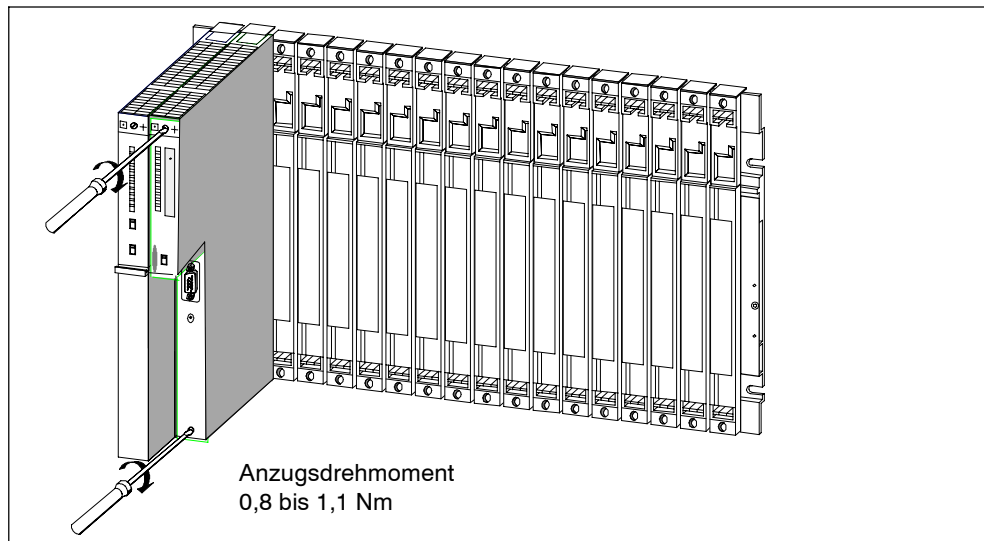

Bild 2-5 Baugruppen festschrauben
5. Schrauben Sie die Baugruppe oben und unten mit einem Drehmoment von 0,8 bis 1,1 Nm fest (siehe Bild 2-5). Dreifachbreite Baugruppen befestigen Sie oben und unten mit je 2 Schrauben.